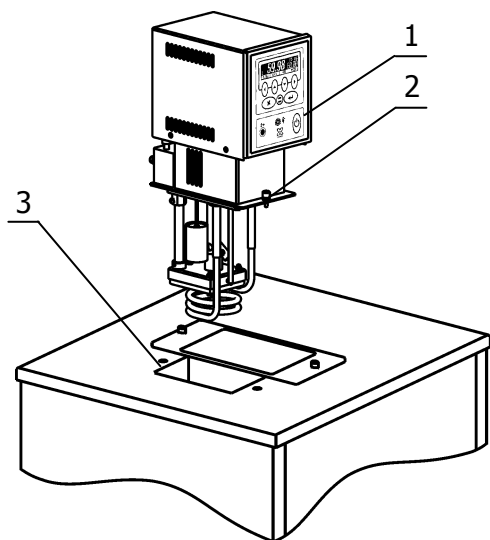

Рисунок 2 — Установка блока регулирования температуры
2.2.3 Установить блок регулирования температуры 1 в отверстие на крышке корпуса термостата 3. После установки закрепить блок регулирования на крышке винтовым фиксатором 2 (рисунок 2).